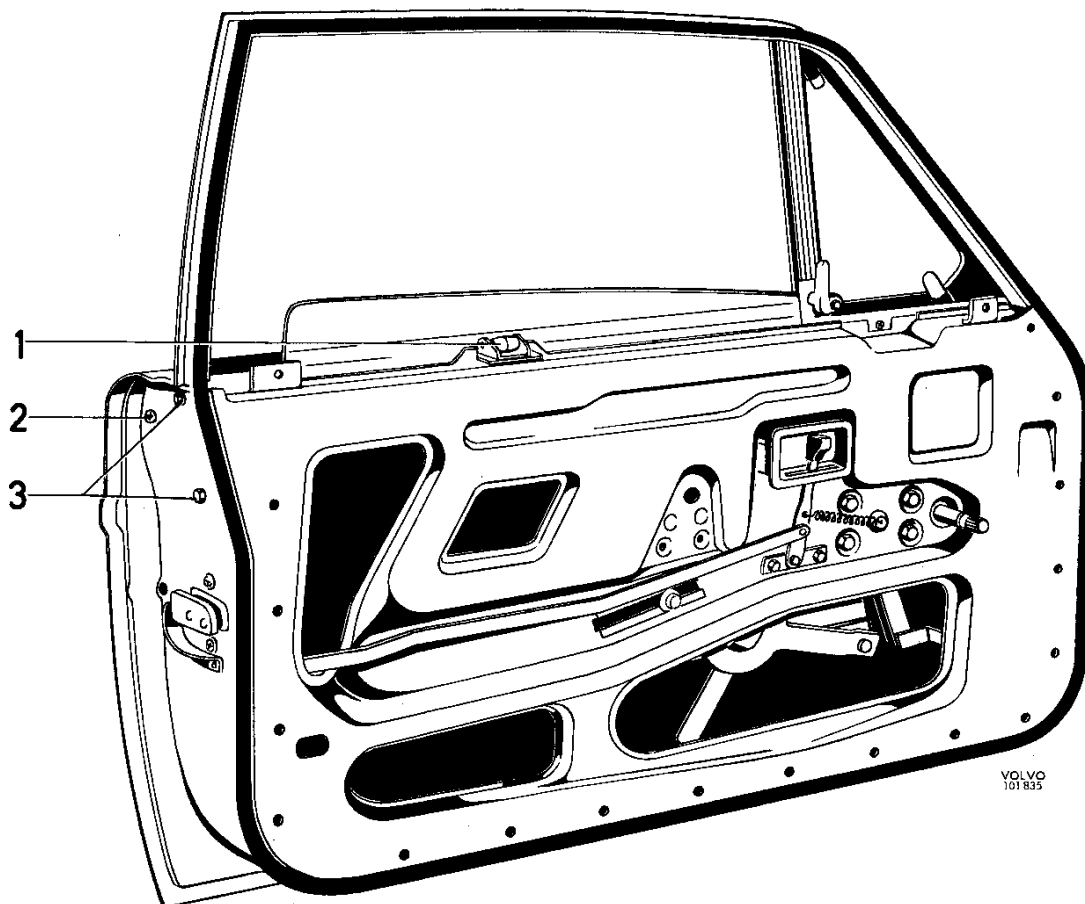

Fig. 8-6. Voorportier
Maak de bouten tussen scharnier en portier los. De bouten zijn bereikbaar als het portier geopend is. Het portier kan dan weggenomen worden (Fig. 8-6). Om de scharnieren te demonteren moet het paneel vóór het portier verwijderd worden. Als dit gedaan is, kunnen nadat de drie bouten zijn losgeschroefd de scharnieren verwijderd worden.
2. Verwijder de geleiderol voor de ruit. De geleiderol is bij de bovenste rand van het portier aangebracht, zoals Fig. 8-6 laat zien.